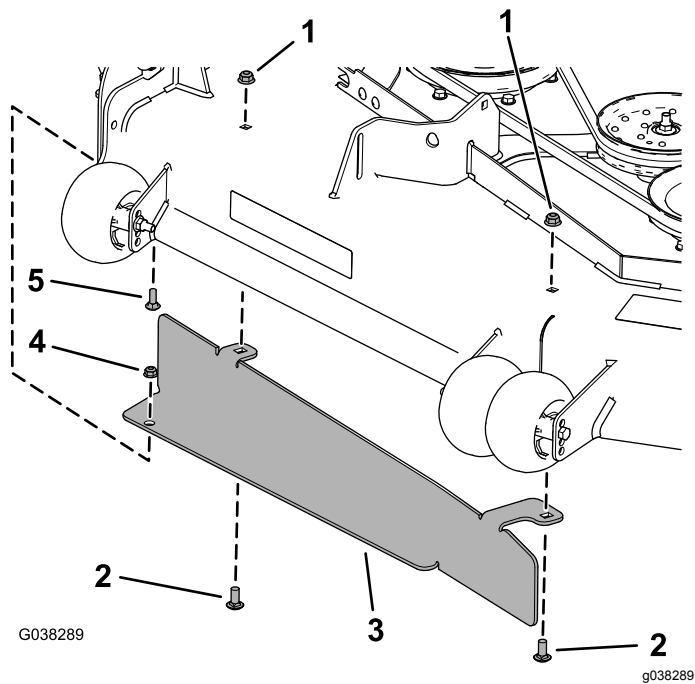

Figure 16
2. Fixez le déflecteur à l'aide du boulon de carrosserie (5/16" x 7/8"), de l'écrou à embase (5/16"), des 2 boulons de carrosserie (3/8" x 7/8") et des 2 écrous à embase (3/8"), comme montré à la Figure 16.